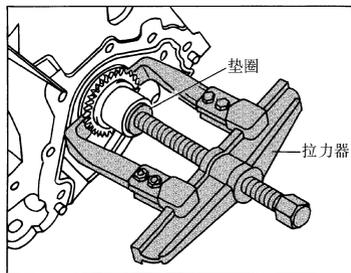

图 2-62 用拉力器拉下曲轴链轮
3) 如图 2-62 所示, 用拉力器拉下曲轴链轮, 拉下时应用垫圈保护曲轴轴端。